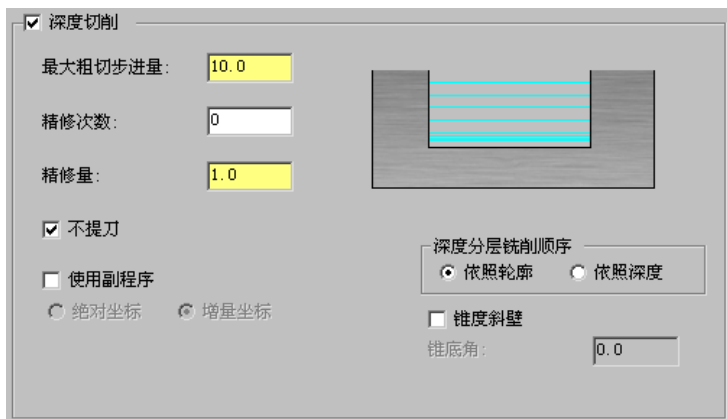

图 9.2.15 “深度切削”参数设置
Step2. 设置深度参数。在“2D 刀具路径—外形”对话框左侧的节点列表中，单击**深度切削**节点，设置图 9.2.15 所示的参数。